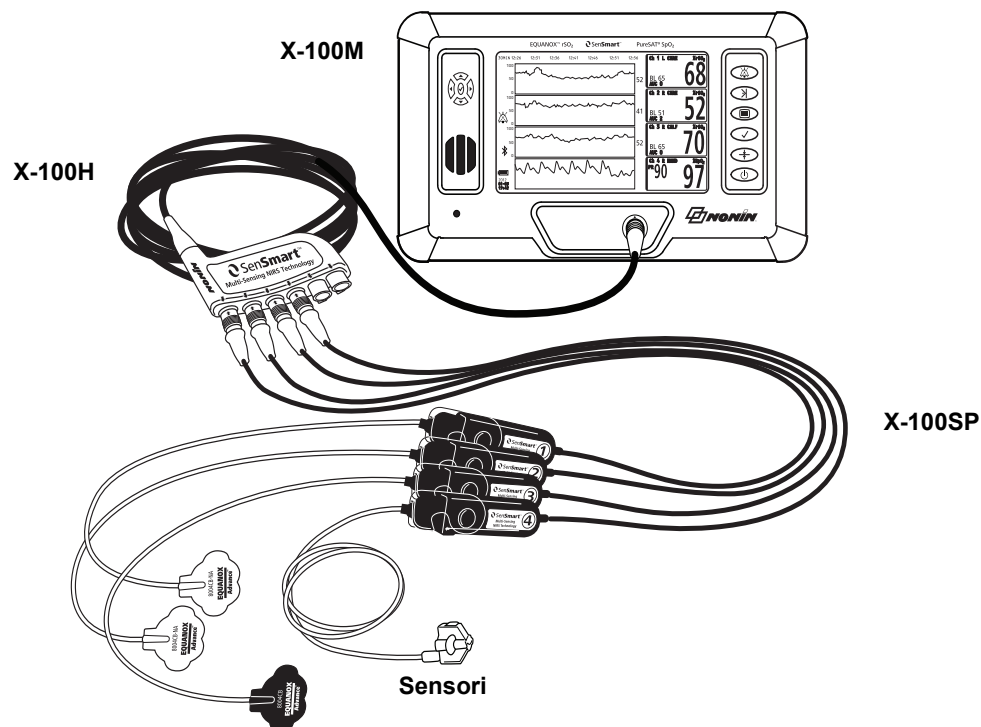

Figura 3. Configurazione del sistema (sensori per ≤ 40 kg, 4 canali collegati)
- L'esempio nella Figura 3 mostra un sistema configurato con sensori regionali per pazienti di peso pari o inferiore a 40 kg. Questi sensori (8004CB, 8004CB-NA) si collegano direttamente al processore di segnale X-100SP. Il sensore per pulsossimetria 8100S(X) si collega direttamente al processore di segnale.